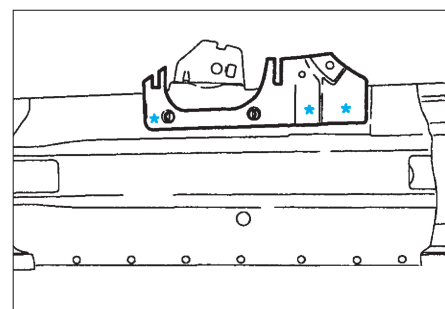

FIG. 72
- par fraisage des points et déposer l'élément (Fig.72).